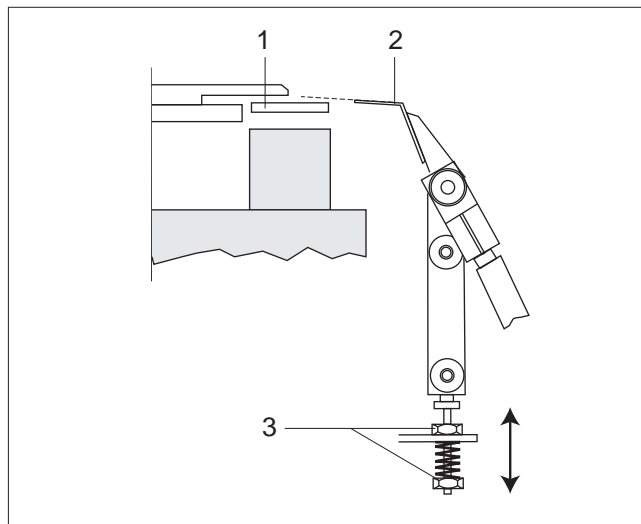

Fig. 13
- Mit langem Innensechskant-Stiftschlüssel (durch Loch in der Seitenwand) Kupplung in Pfeilrichtung drehen, bis das Heizelement die Position wie in Fig. 13 erreicht hat.